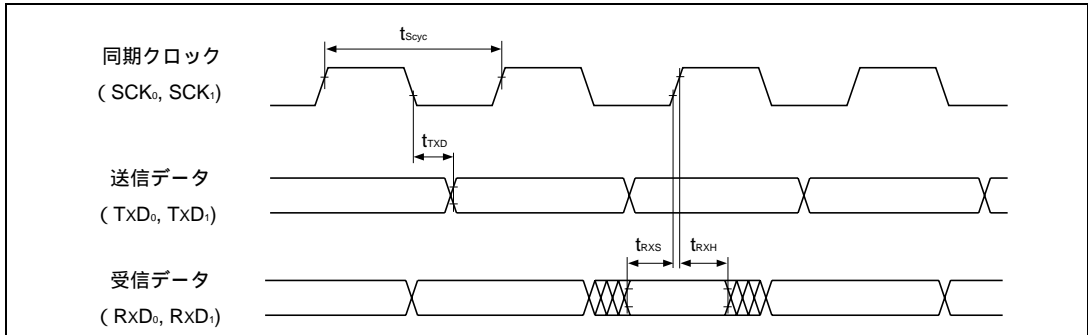

図 19.15 SCI 入出力タイミング (クロック同期モード)
19.3.5 SCI タイミング	図 19.15、図 19.16